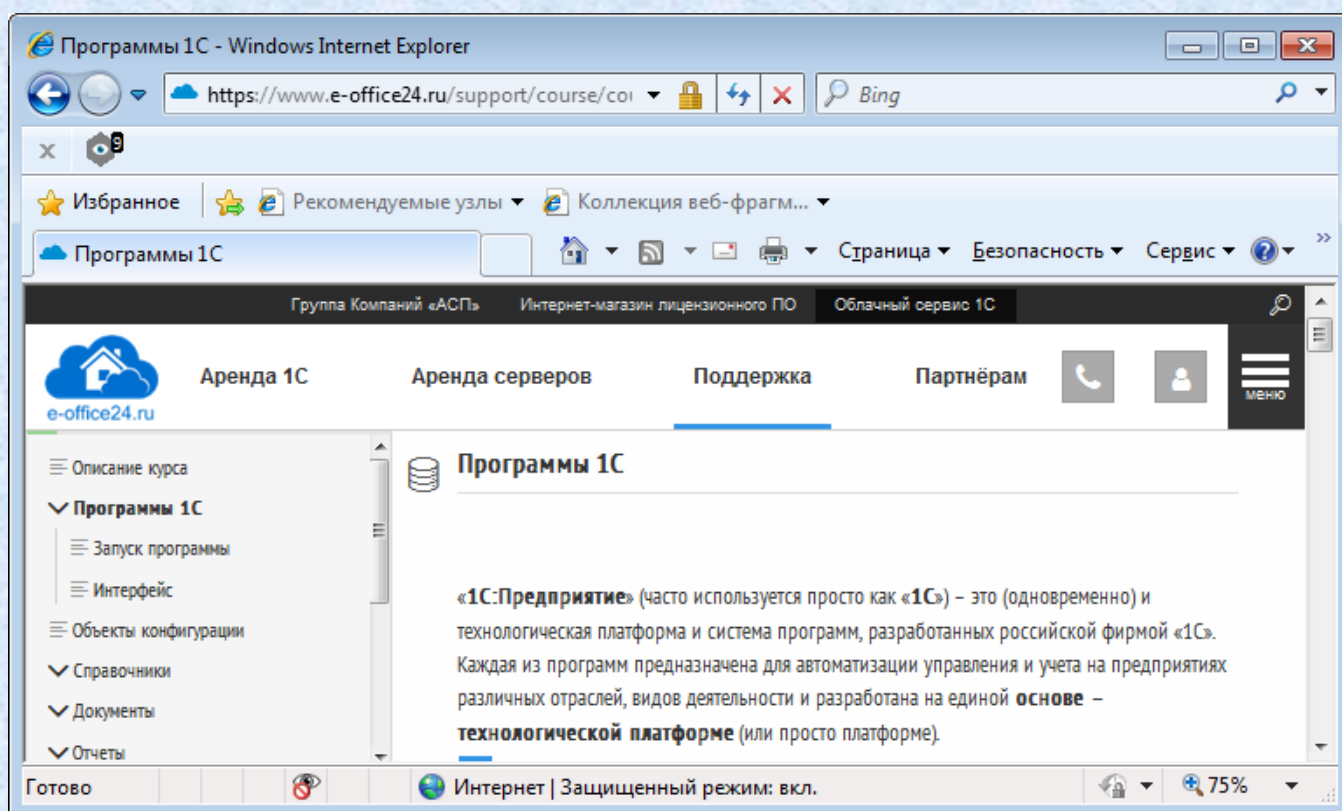

Рисунок 1- Страница сайта удаленного обучения технологии работы в последних версиях типовых конфигураций «1С»
1. Перейдите на сайт компании, предоставляющей бесплатный сервис использования последних релизов (версий) типовых конфигураций в раздел обучения (рисунок 1).